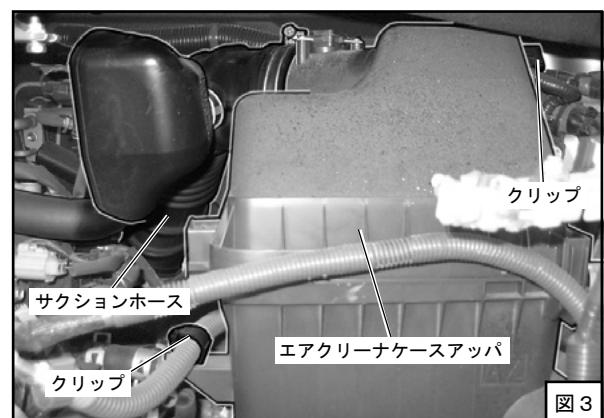

図3
- (6) サクションホースのエアクリーナーケースアッパ側のホースバンドをゆるめ、エアクリーナーケースアッパからサクションホースを取り外してください。（図3）
- (7) エアクリーナーケースにクリップでとまっているハーネス類を取り外してください。（図3）